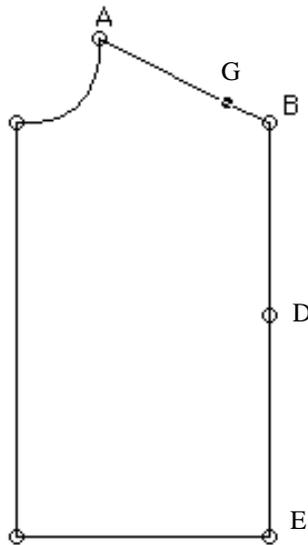

Figura 2-9.
15. Haga clic en el borde AB, cerca al punto A. (Figura 2-9).